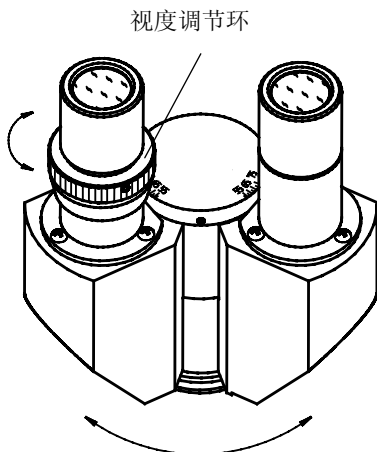

图 5
1) **视度调节** 通过位于左目筒上的视度调节环，可以修正不同使用者双眼视度的个体差异，见图 5。利用 20X 的物镜，单独用右眼观察样本，调焦至成像清晰。然后用左眼观察，慢慢调节视度调节环使左眼也能观察到清晰的像。
2) **适当的瞳距**能带来舒适的观察效果。瞳距的调节通过铰链式的双目镜筒“折叠”来实现，参照图 5。